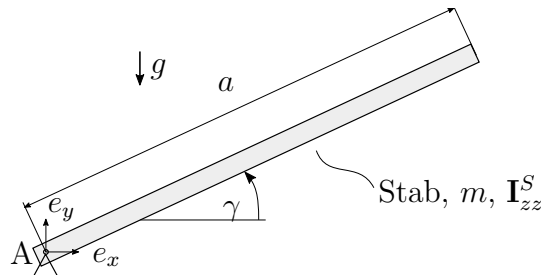

Abbildung 2: Ideal drehbarer Stab unter Einwirkung der Gravitation.
- Gegeben ist ein homogener Stab, der im Punkt A ideal drehbar gelagert ist. Geben Sie die Bewegungsgleichungen des in Abb. 2 dargestellten Stabes mit der Masse m und dem Massenträgheitsmoment I_{zz}^S um den Schwerpunkt mit Hilfe der Drehimpulserhaltung an. 2 P. |